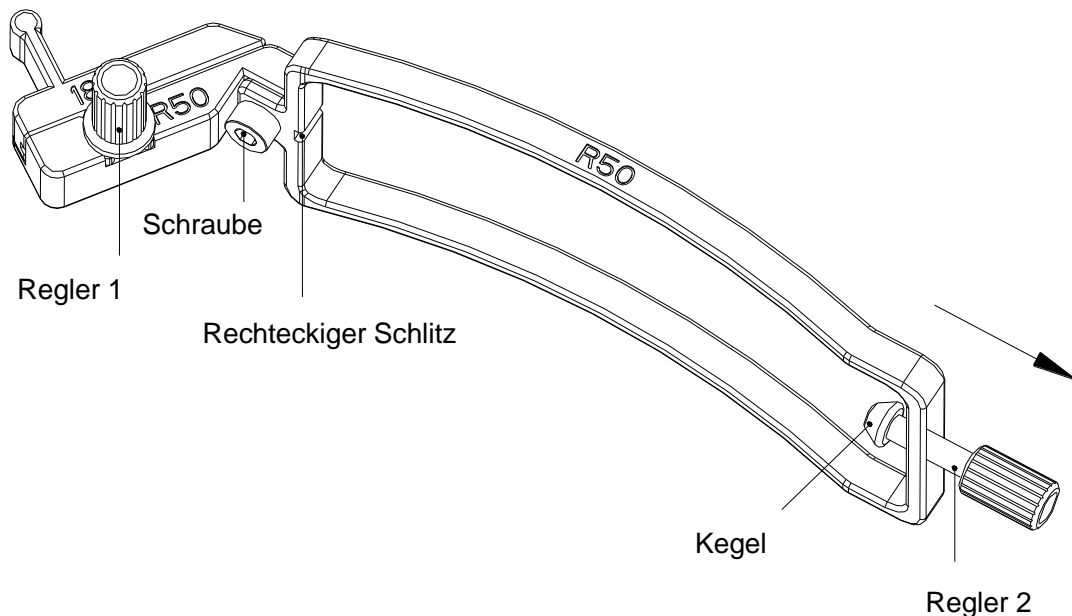

Abbildung 6-28 Aufbau des Nadelführungshalterungs-Kits
Schritt 1: Nehmen Sie das Nadelführungshalterungs-Kit aus der Verpackung, und prüfen Sie es sorgfältig auf Beschädigungen. Identifizieren Sie das entsprechende Nadelführungshalterungs-Kit (Das eindeutig passende Nadelführungshalterungs-Kit jeder Sonde finden Sie in *Tabelle 3-1 Nadelführungshalterungs-Kits* des Benutzerhandbuchs). Der Aufbau des Nadelführungshalterungs-Kits ist in *Abbildung 6-28* dargestellt.
Fingern. Drehen Sie Regler 2 gemäß Pfeilrichtung in Abbildung 6-28 (mit normaler Kraft) bis zum Stopp gegen den Uhrzeigersinn.